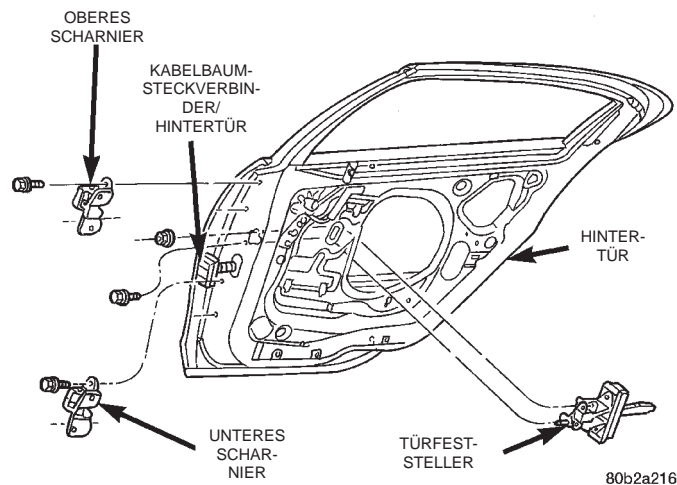

Abb. 74 Hintertür
(3) Halteclips lösen, mit denen Kabelbaum-Steckverbinder und Manschette an der Scharniersäule befestigt sind.
(4) Steckverbinder von der Scharniersäule lösen.
(5) Halteclip lösen, mit dem der Steckverbinder an der Scharniersäulenseite des Steckverbinders zusammengehalten wird.
(6) Türkabelbaum vom Instrumentenkabelbaum abklemmen.
(7) Anschlag des Türfeststellers aus dem Bolzen am oberen Türscharnier lösen.
(8) Tür am Hebezeug sichern.
(9) Schraube und Mutter lösen, mit der das untere Scharnier am Türrahmen befestigt ist (Abb. 74).
(10) Tür mit dem Hebezeug abstützen und Schraube und Mutter lösen, mit der das obere Scharnier am Türrahmen befestigt ist.
(11) Tür vom Fahrzeug abnehmen.